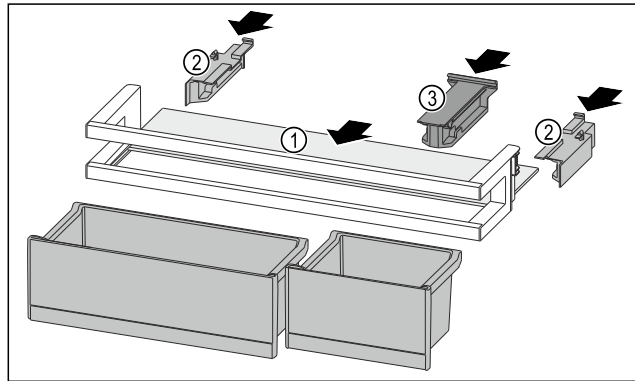

Fig. 155
- ▶ Abstellfläche Fig. 155 (1) in die seitlichen Aussparungen einschieben.
- ▶ Seitenteile Fig. 155 (2) einsetzen.
- ▶ Halteteil Fig. 155 (3) einsetzen.